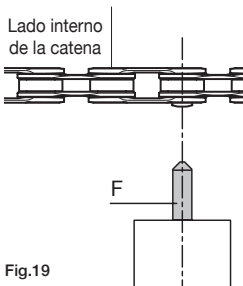

Fig.19
- Comprobar que la punta cónica de la pieza de empuje esté alineada con el centro del casquillo ULTRA-LINK 5-CN-SR700 (Fig. 19).